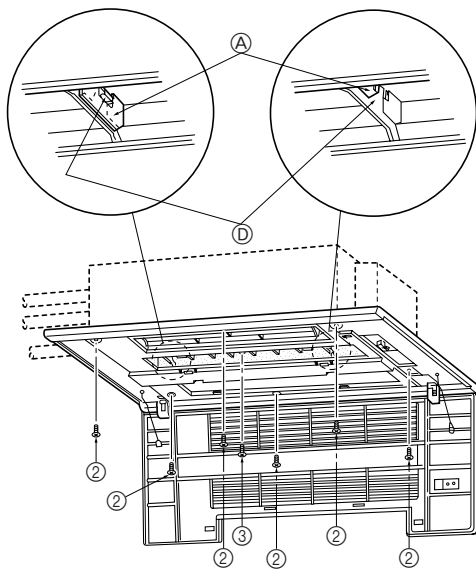
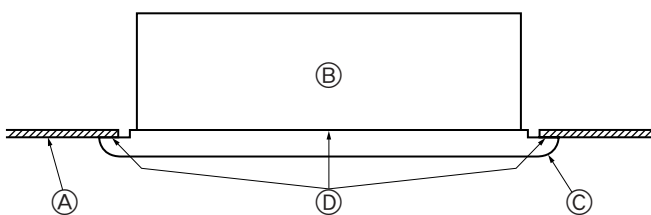

Fig. 5-5
Fig. 5-6
- Die Frontplatte so befestigen, daß sie einwandfrei im Winkel zwischen der Decke und der Wand sitzt, und die Sicherungsschrauben ② (mit dem vorliegenden Gitter mitgeliefert) an den vier dafür vorgesehenen Stellen links und rechts installieren, wobei diese Schrauben noch leicht gelockert bleiben müssen. (Fig. 5-5)
- Danach die Befestigungsbolzen ② und die Befestigungsschrauben ③ an den drei Stellen in der Mitte anziehen.
- Zum Schluß die Befestigungsbolzen ② an den vier Stellen links und rechts anziehen.
- An dieser Stelle dafür sorgen, daß zwischen der Innenanlage und der Frontplatte sowie zwischen der Frontplatte und der Deckenfläche keine Lücken entstanden sind. Wenn Lücken entstanden sind, kann dort Wind eindringen und Wasser heruntertropfen (Fig. 5-6).
- \* Die Befestigungsbolzen ② und die Befestigungsschrauben ③ vollständig anziehen.